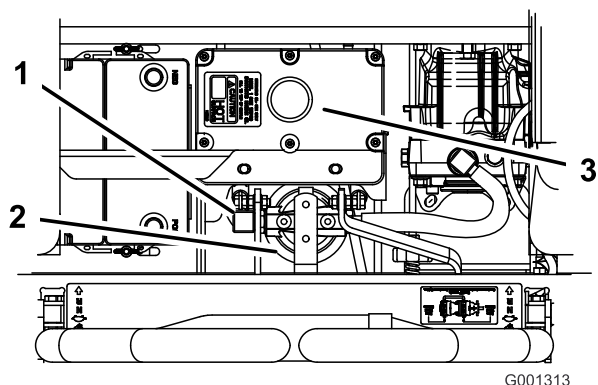

Figura 67
4. Retire el manguito hidráulico de la derecha a su entrada en el adaptador (Figura 67).
6. Vuelva a instalar el manguito hidráulico de la derecha en el adaptador (Figura 67).